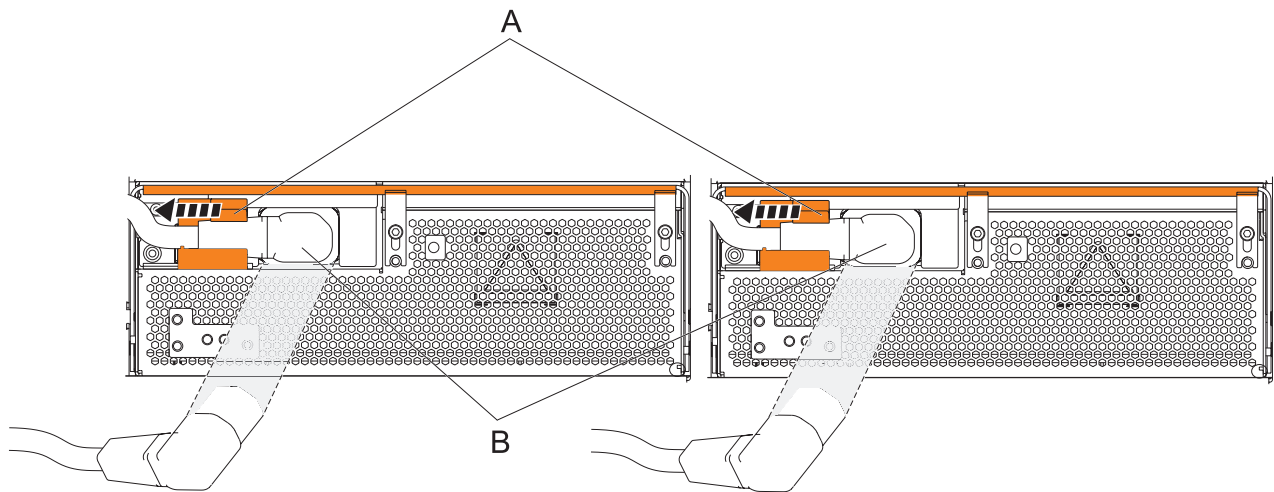

Figura 54. Desconexión de los cables de alimentación OCA
- a. Deslice los soportes de los cables de alimentación (**A**) a la izquierda, situados en la parte frontal de los dos OCA. Consulte Figura 54 en la página 70.